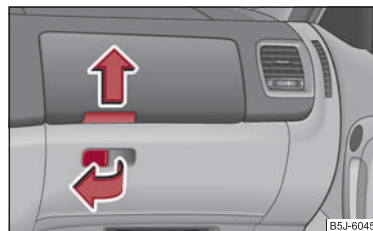

Abb. 78 Schalttafel: Ablagefächer auf der Beifahrerseite
- Ziehen Sie den Griff der Klappe in Pfeilrichtung ⇒ Abb. 78 und klappen Sie diese auf.